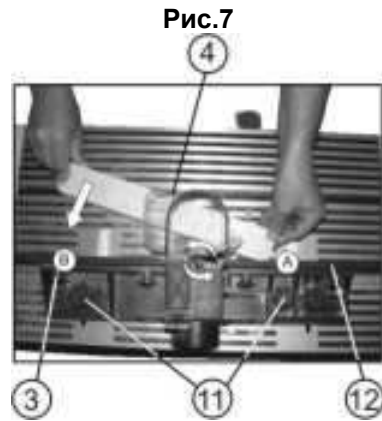

Рис.7
## 15. НЕСКВОЗНОЕ ФРЕЗЕРОВАНИЕ (Рис.7,8,9)
16.1. Установите глубину фрезерования, положение надёжно зафиксируйте крепежными винтами (11), Рис.7. Нажмите зеленую кнопку выключателя (10), Рис.1 фрезерного стола.